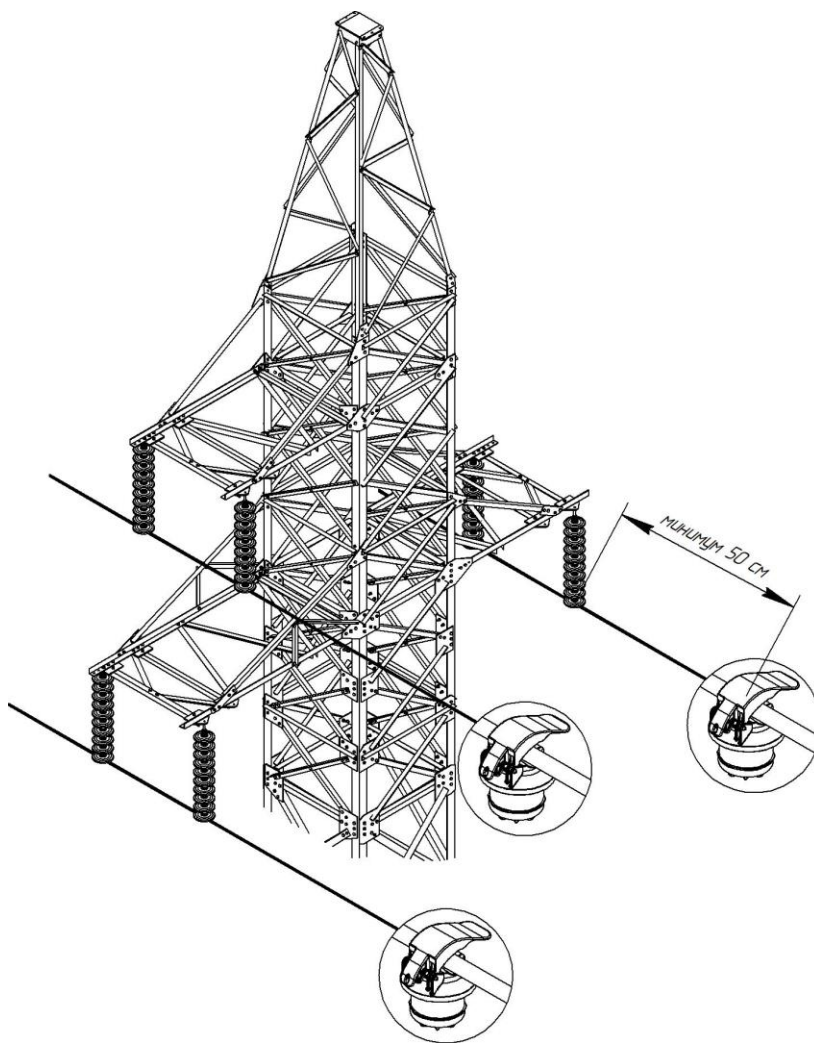
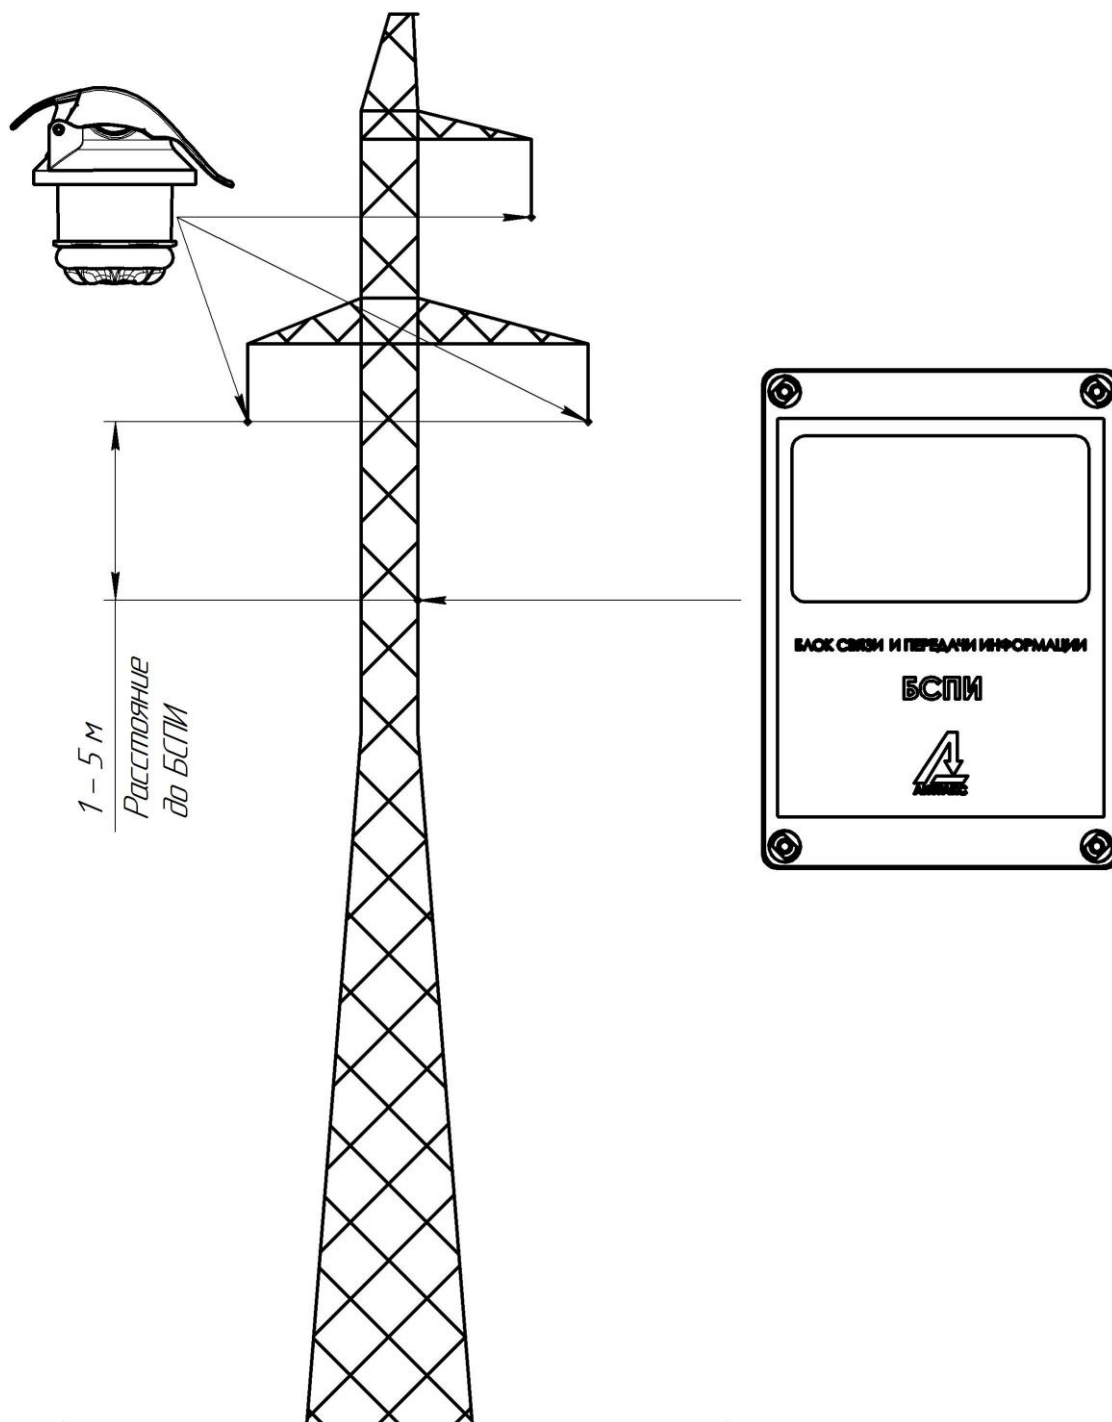

Рисунок 4 – Пример установки комплекта индикаторов ИКЗ-В43Л-УЗ
Рисунок 5 – Пример установки комплекта индикаторов ИКЗ-В43Л-УЗ
2.4.1 Индикаторы устанавливаются непосредственно на провод на расстоянии 0,5-10 м от изоляторов. Примеры установки устройств комплекта индикаторов ИКЗ-В43Л-УЗ на линию приведены на рисунках (см. Рисунок 4, Рисунок 5).